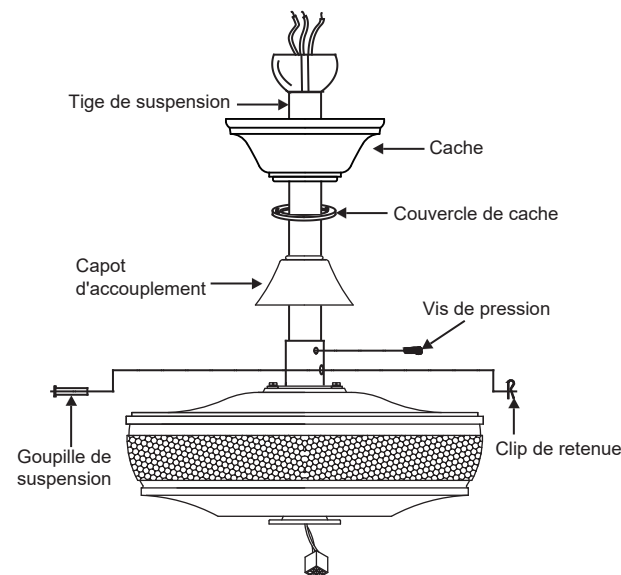

Fig. 9
Étape 8. Glissez le couvercle d'accouplement, le couvercle de l'auvent et l'auvent sur la tige de suspension. (Fig. 9)
Visser la balle de suspension sur la broche de suspension, insérer la broche transversale par la tige de suspension et serrer. Serrer maintenant la vis de pression. (Fig. 9)